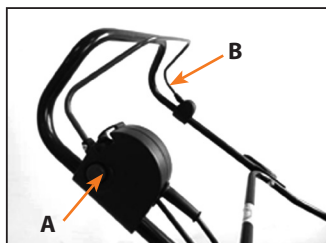

Рис. 15
- Нажмите и удерживайте кнопку защиты А (рис. 15)